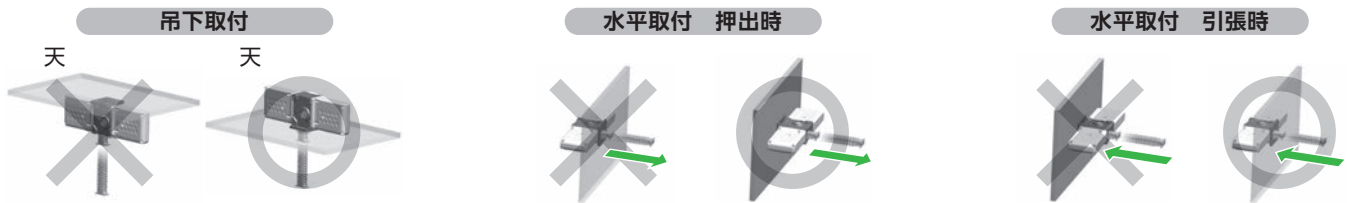

図1 据付方向の可否(一例)
2. 押上、水平および吊下方向に取付ができます。ただし、水平および吊下方向に取付ける場合、本体自重および搬送物の重さ(力)が取付けたボルト自体に加わる状態で使用すると機器を破損する恐れがあります。取付ボルトで荷重を受けない設置方法にしてください。(図1)